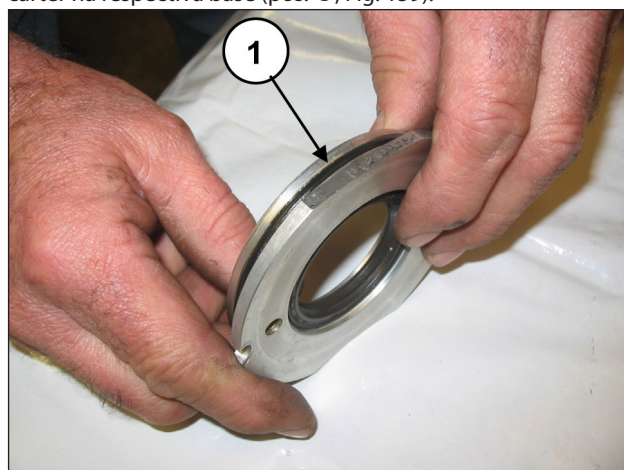
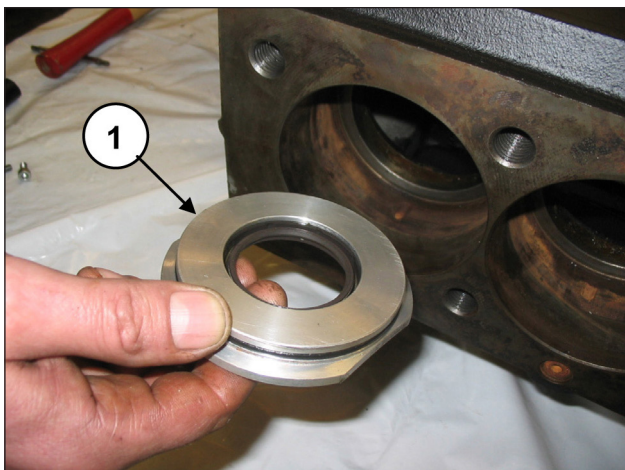

Fig. 158
Fig. 159
Posicione o anel O-ring (pos. ①, Fig. 158) no assento da tampa da junta de óleo e insira o grupo montado no interior do cárter na respectiva base (pos. ①, Fig. 159).